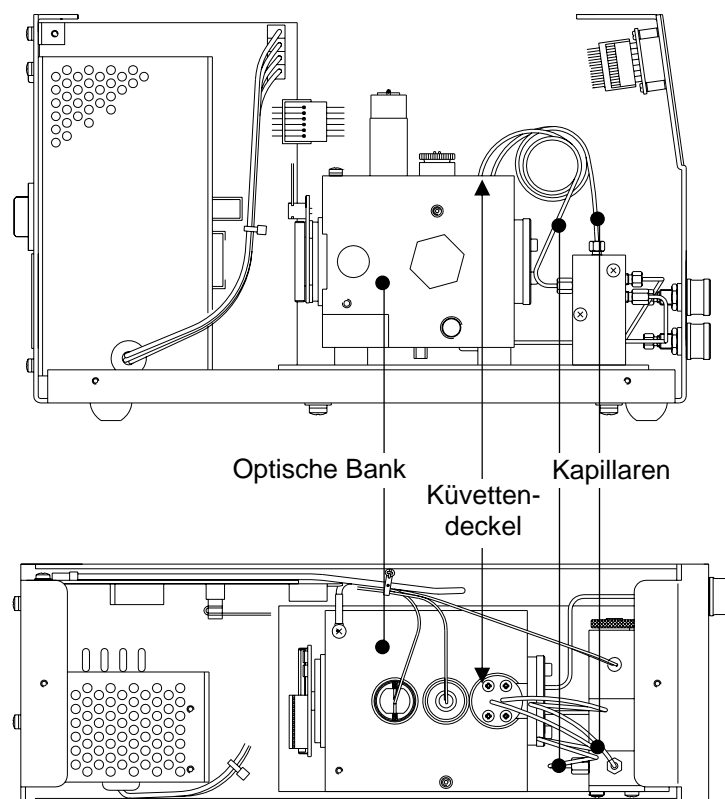
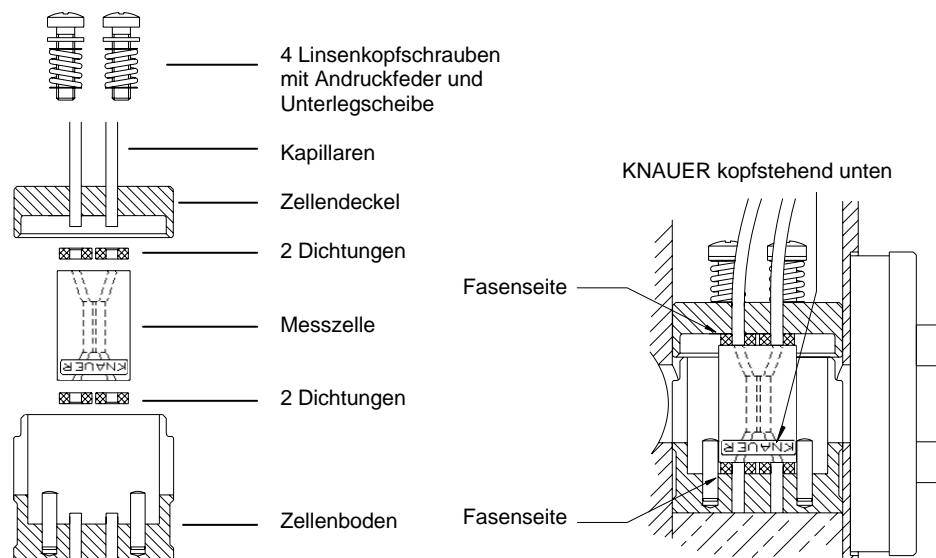

Abb. 11 Einbaulage der Messzelle im K-2401 RI-Detektor
Abb. 13 Aufbau der Messzelle des K-2401 RI-Detektors (links) und Einbaulage in der optischen Bank (rechts)
4. Lokalisieren Sie die Messzelle im Inneren des Gehäuses. Die Messzelle ist von oben in die optische Bank eingebaut und mit vier Feder belasteten Schrauben befestigt (Abb. 11 und Abb. 13).
2. Setzen Sie die Messzelle unter Beachtung der Lage (vgl. Abb. 13) in das Messzellegehäuse ein. Bei richtiger Orientierung ist der Schriftzug KNAUER auf der Zelle oben.